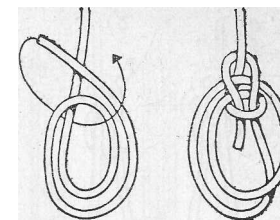

Рис. 40. Португальский беседочный узел.
*Португальский беседочный узел.* Разновидность двойного беседочного узла (рис. 40). Как и простой беседочный узел, он образован двумя петлями. Если размеры огона заданы, то такой узел представляется наиболее удобным. При обвязывании тела человека ходовой конец проводят спереди под правую руку, кладут под правой рукой по диагонали, без натяжения, через голову, спереди проводят под левую руку. После этого узел затягивают над головой. Другой